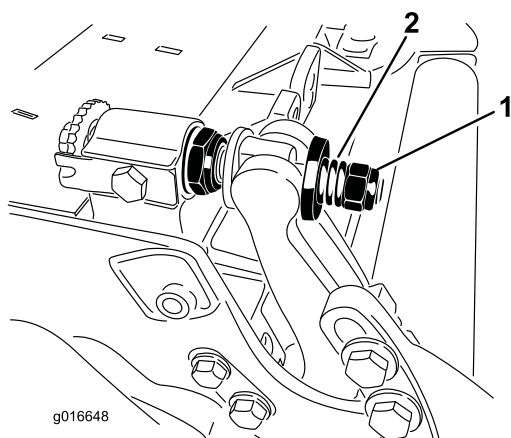

Рисунок 32
4. Затяните гайку натяжения пружины до полного сжатия пружины, а затем поверните в обратную сторону на 1/2 оборота (Рисунок 32).
10. Затяните гайку на каждом узле регулировки планки неподвижного ножа до полного сжатия пружины, а затем отпустите гайку на 1/2 оборота (Рисунок 32).